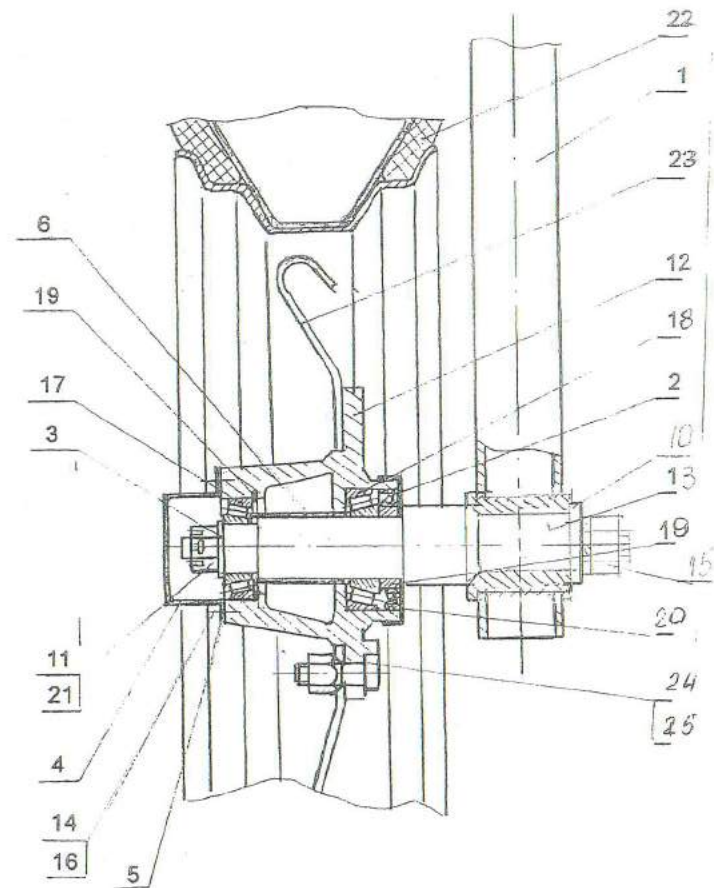

Рис. 4
- 3.5 Колеса (рис. 4) на пневматических шинах шириной 170 мм и Ø 750 мм консольно крепятся на кронштейнах колес. Давление воздуха в шинах 0,19-0,24 МПа в зависимости от состояния почвы. Колесами осуществляется копирование рельефа поля.